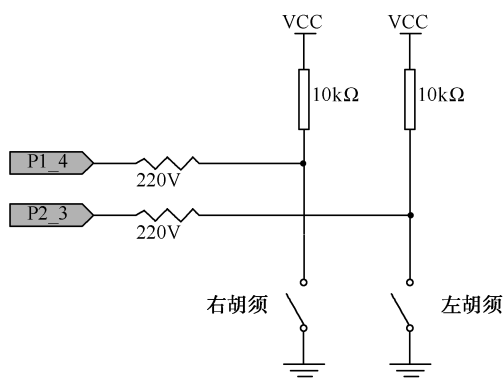

图 4-3 “胡须”电路
如图 4-3 所示，搭建“胡须”电路。
观察一下如图 4-3 所示的“胡须”电路，显然每条“胡须”都是一个机械式的、接地常开的开关。“胡须”接地（GND）是因为教学板外围的镀金孔都连接到 GND。金属支架和螺钉给“胡须”提供电气连接。
通过编程让单片机探测什么时候“胡须”被触动。由图 4-3 可知，连接到每个“胡须”电路的 I/O 引脚监视着 10kΩ 上拉电阻上的电压变化。当“胡须”没有被触动时，连接胡须的 I/O 引脚的电压是 5V；当胡须被触动时，I/O 短接到地，所以 I/O 引脚的电压是 0V。
上拉电阻就是与电源相连，并起到拉高电平作用的电阻。此电阻还起到限流的作用，如图 4-3 中的 10kΩ 电阻即为上拉电阻。
- （4）检查图 4-3 所示电路，弄清楚哪条“胡须”是左边“胡须”，哪条“胡须”是右边“胡须”。